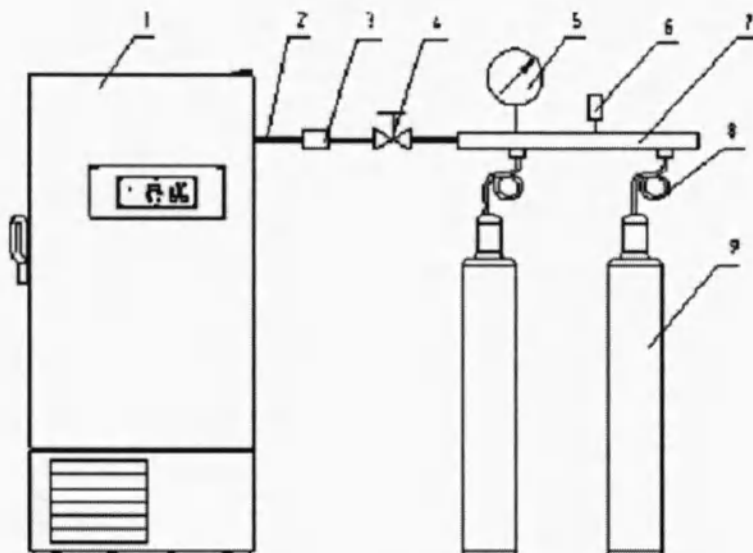

Рисунок 3
4. Установите подводящие и отводящие патрубки, смотри рисунок 3.